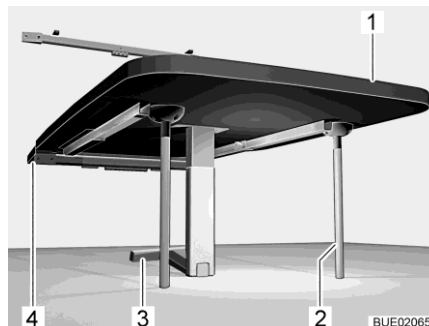

Bild 134 Hängbord som sängbotten
- Lyft bordsskivan (Bild 134,1) framifrån.
- Sänk ned den nedre delen av det ledade stödbenet (Bild 134,3) med 90°.
- Sätt i ytterligare två stödfötter (Bild 134,2) i behållarna på undersidan av bordsskivan.
- Sätt i och lås bordet i den nedre fästlisten (Bild 134,4).